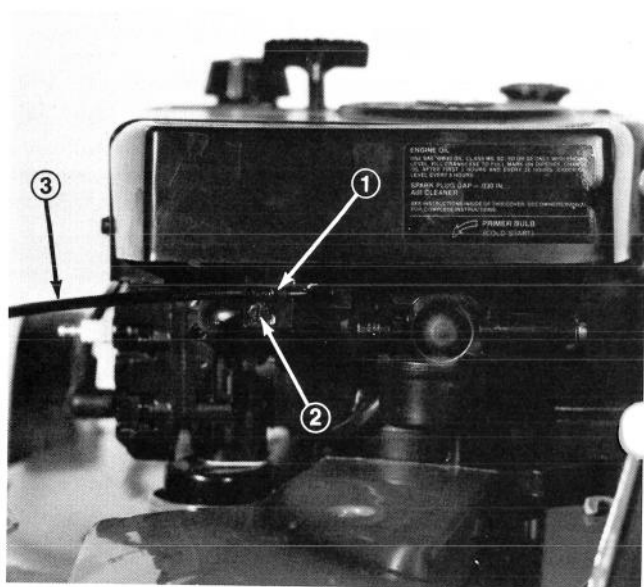

Abb. 36
3. Den Vergaserkontrollarm nach links bis zur Erdungsklammer bewegen (Abb. 36). Das Drosselkabel etwas anziehen, damit es nicht schlaff bleibt. Die Klemmschraube anziehen, so dass sie sich nicht verstellen kann.